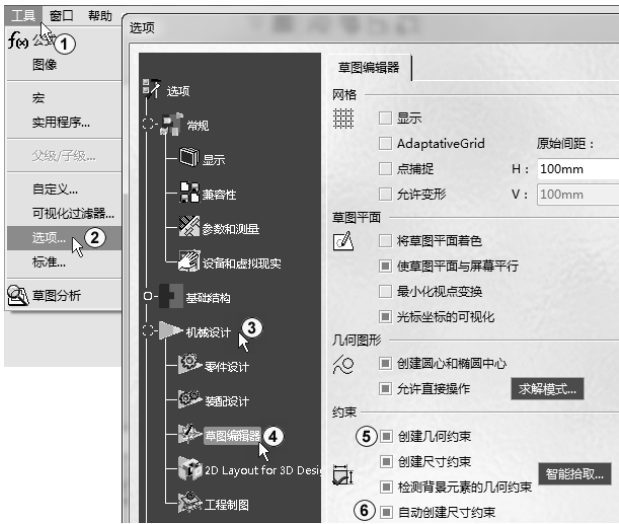

图 3-28 选择自动创建约束
从特征树中选择“zx 平面”，单击“草图”按钮，进入草图绘制模式。选择菜单“工具”→“选项”命令，在“机械设计”中“草图编辑器”的“约束”选项下，选中“创建几何约束”和“自动创建尺寸约束”复选框，如图 3-28 中①~⑥所示，单击“确定”按钮。